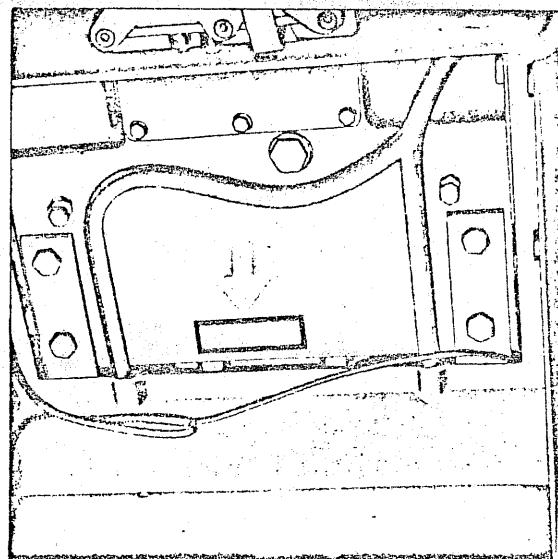

Fig. 2
N. DELLA TRATTRICE: stampigliato in alto sulla parte posteriore del corpo trattore (visibile togliendo il cuscino) Fig. 2.
NUMÉRO DU TRACTEUR: frappé à froid en haut sur la partie postérieure du corps du tracteur (visible en enlevant le coussin du siège). Voir figure 2.
NR. DES SCHLEPPERS: markiert oben auf der Rückseite des Schlepperkörpers (sichtbar bei Abnahme des Kissens). Bild 2.